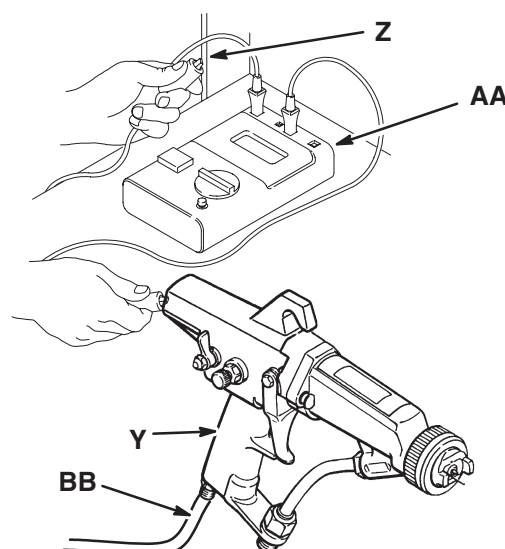

Fig. 1
(ver Fig. 1)
- a. Con la manguera de aire eléctricamente conductora (BB) conectada (ver párrafo **Conexión de la tubería de aire**) y correctamente puesta a tierra, utilizar un megaohmímetro (AA) para medir la resistencia entre la empuñadura de la pistola (Y) y una verdadera toma de tierra (Z). Utilizar una tensión aplicada de mínimo 500 V a máximo 1000 V. Ver Fig. 1.